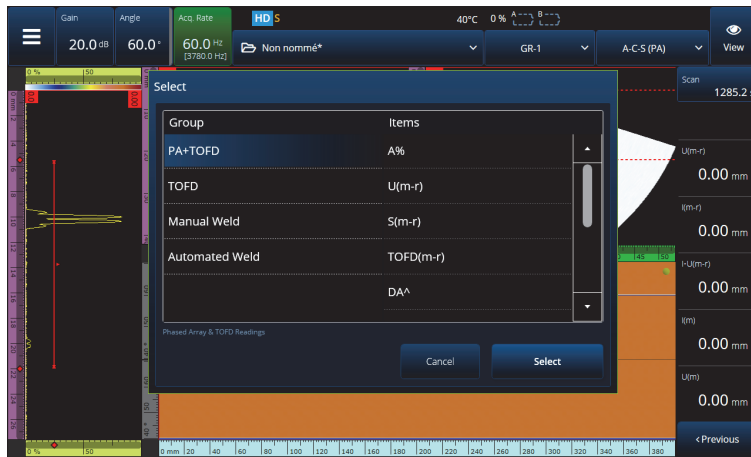

Figure 2-62 Sélection d'une liste de lectures
Les dix relevés affichés à droite de l'écran sont inclus dans un rapport généré et sauvegardé dans un fichier de configuration. Vous pouvez facilement changer les paramètres UT qui sont affichés dans les relevés, soit individuellement, soit sous forme de liste. Une description de chaque paramètre est fournie dans le menu **Select (Sélection)** des lectures lorsque celles-ci sont mises en évidence (Figure 2-62 à la page 125).
- a) L'option **Select Reading List** (Sélect. liste de lecture) vous permet de choisir entre les lectures préconfigurées d'une liste (Figure 2-62 à la page 125).